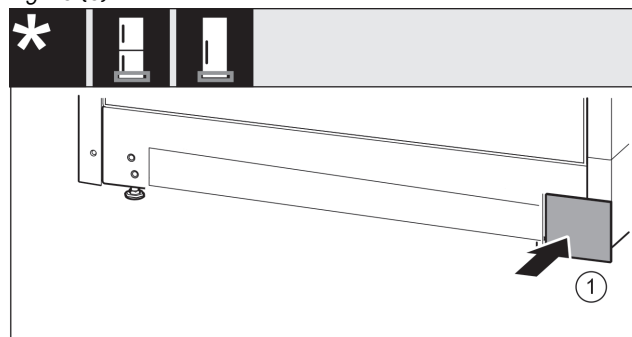

Fig. 16
- ▶ Așezați apărătoarea din nou pe cealaltă parte. Fig. 16 (1)